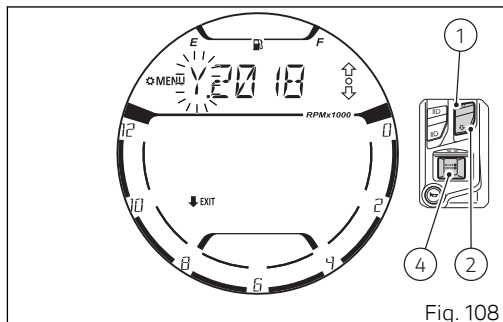

Fig. 108
Presionando el pulsador (1) o el pulsador (2) la letra "Y." comienza a parpadear (Fig. 108). A este punto mediante el pulsador (1) o el pulsador (2) es posible desplazarse entre los valores de año "Y.", mes "M." y día "D." visualizados de manera parpadeante y con los valores configurados en ese momento.